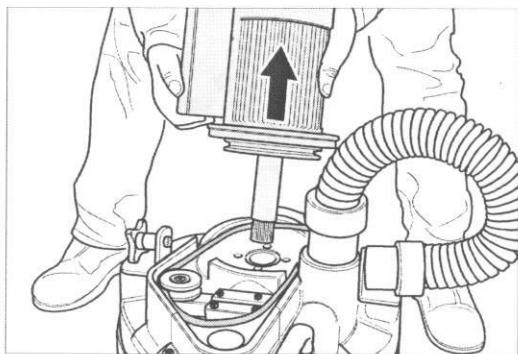

Fig. 48 Retirez le moteur à la verticale du boîtier et enlevez la courroie trapézoïdale.
- 12 Desserrez les quatre vis de fixation du moteur sur le boîtier de la machine et soulevez le moteur à la verticale. La courroie trapézoïdale peut être enlevée (fig. 48).